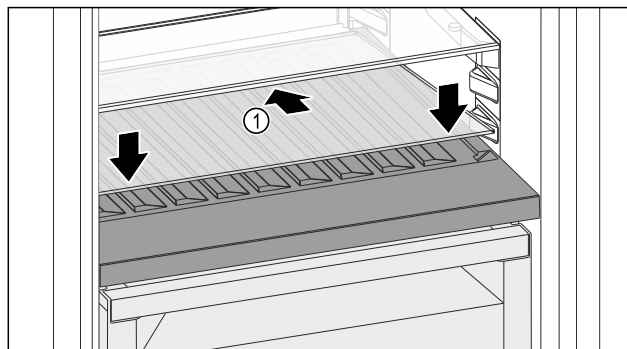

Fig. 125
- ▶ Așezați placa de sticlă Fig. 125 (1) oblic și spre spate înclinată în jos.
- ▶ Coborâți în față placa de sticlă Fig. 125 (1).